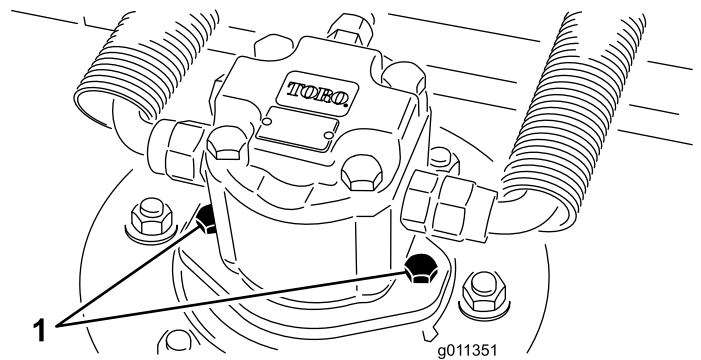

Figura 59
2. Desligue e retire o motor hidráulico da plataforma (Figura 59). Cubra a parte superior do eixo para não o sujar.
4. Instale o motor hidráulico na plataforma (Figura 59). Verifique se o anel de retenção está posicionado corretamente e não está danificado.